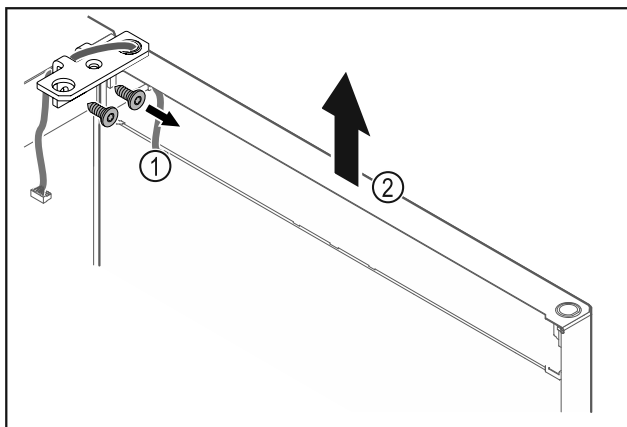

Fig. 18
- ▶ Svitare la cerniera angolare Fig. 18 (1).
- ▶ Sollevare la porta con la cerniera angolare Fig. 18 (2) di ca. 200 mm verso l'alto in senso orizzontale e rimuoverla.